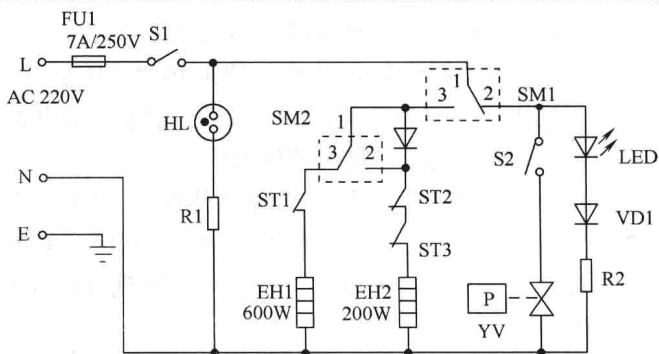
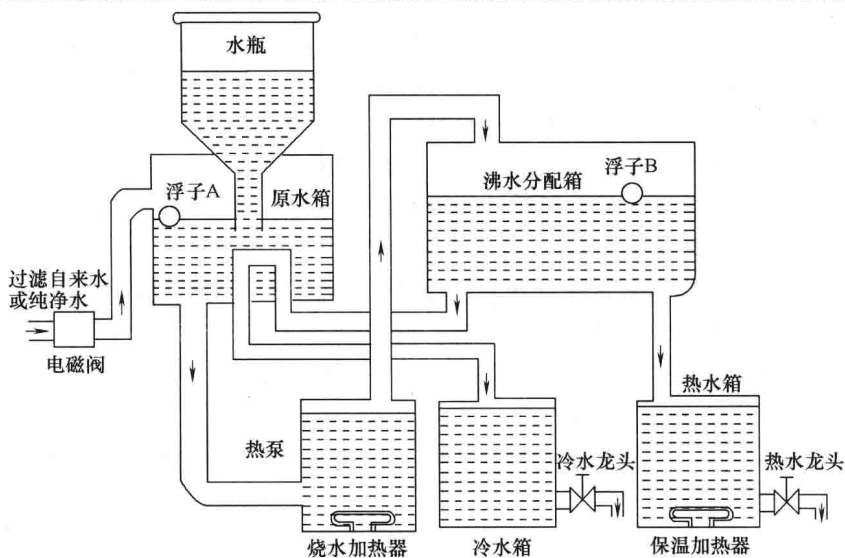

图 1-6 腾飞 FY-WR6-1 (T) 型沸腾式饮水机电路
图 1-7 腾飞 FY-WR6-1 (T) 型沸腾式饮水机结构示意图
下面以腾飞 FY-WR6-1 (T) 型沸腾式饮水机电路为例介绍使用万用表检修沸腾式饮水机故障的方法与技巧。该电路由加热电路、保温电路、再沸腾电路构成，如图 1-6 所示。浮子、开关、电热管及水箱结构如图 1-7 所示。